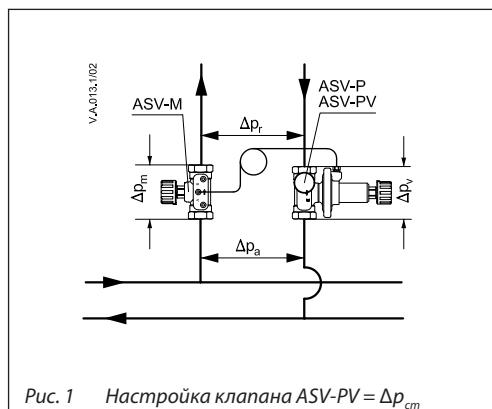

Рис. 1 Настройка клапана ASV-PV =  $\Delta p_{cm}$
- **клапан-партнер вне регулирующего контура** (Рис. 1). Рекомендуемая схема: обеспечивается лучшая производительность, поскольку весь регулируемый диапазон давлений доступен для стояка. Ограничение расхода осуществляется на каждом абонентском пункте стояка (например, клапан RA-N с предварительной настройкой на радиаторе и т.д.).